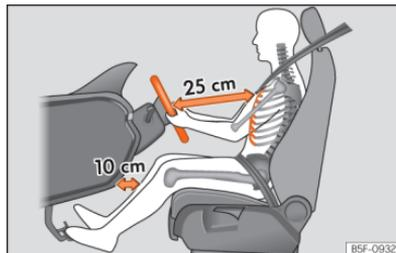

Abb. 21 Der richtige Abstand des Fahrers zum Lenkrad muss mindestens 25 cm (10 inch) betragen.
- Lenkrad so einstellen, dass der Abstand zwischen Lenkrad und Brustbein mindestens 25 cm (10 Zoll) beträgt »» (Abb. 21) und das Lenk-